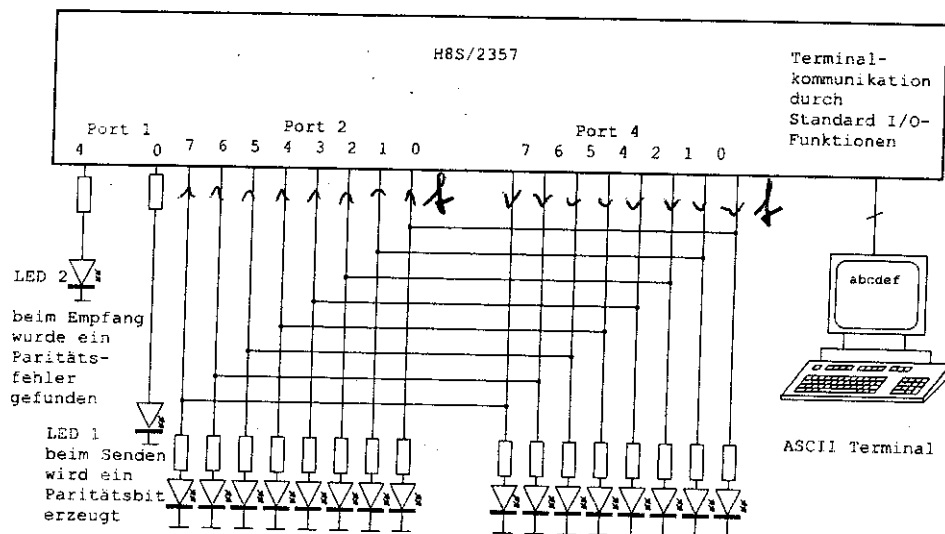

Abbildung 4.1: Aufbau des Paritätsversuchs im Laborsystem
Die Studenten der HAW wollen die Nutzung von Paritätsbits besser üben und dazu eine eigene Software schreiben. Mit unserem Laborsystem ist ein Versuch aufgebaut (Abbildung 4.1):
- Das Ergebnis wird an den passenden Port ausgegeben (Abbildung 4.1).